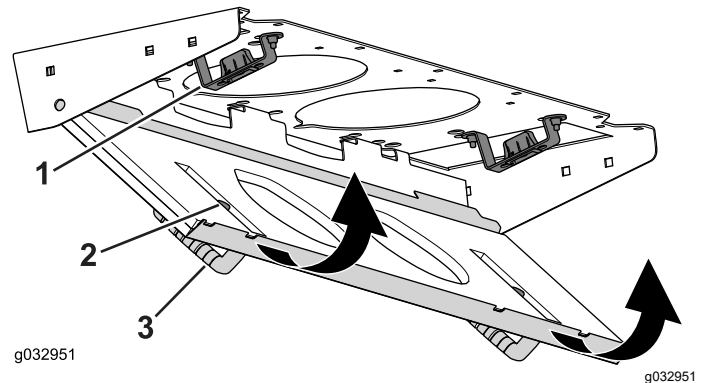

Figura 150
4. Gire la rejilla del filtro sobre las pestañas hasta que el resbalón se bloquee en el cerradero (Figura 150).